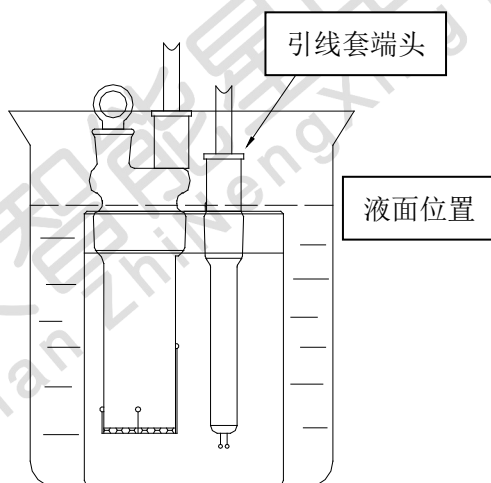

图 13
- 3) 如仍不能拆卸，请将滴定池放入 2 升的烧杯中，慢慢加入浓度为 5% 的氯化钾溶液浸泡，其液面位置见图 13，必须十分注意，不要让测量电极、阴极室电极的引线套端头进入液体，浸泡约十几小时或 24 小时后，即可拆卸（此方法可重复进行）。